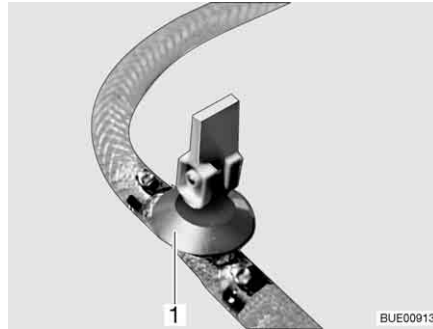
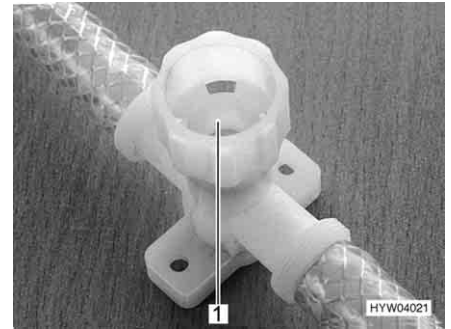

Bild 238 Ablasshahn (mit Kipphebel)
Bild 239 Ablasshahn (mit Drehkappe)
- Alle Ablasshähne öffnen. Dazu den Kipphebel des Ablasshahns (Bild 238, 1) senkrecht stellen oder die Kappe des Ablasshahns (Bild 239, 1) entgegen dem Uhrzeigersinn drehen.